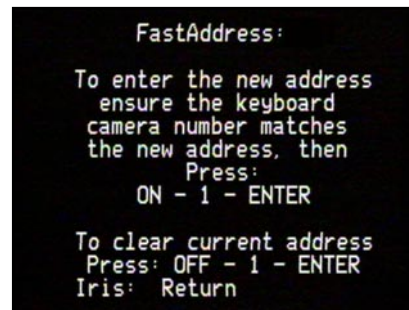

Abbildung 4: Fast Address (fortsetzen)
4. "ON-636-ENTER" drücken. Ihr Bildschirm zeigt die Anzeige aus ABBILDUNG 4. An dieser Stelle ist die Kamera mit ID 26636 die einzige Kamera im *FastAddress*-Modus.